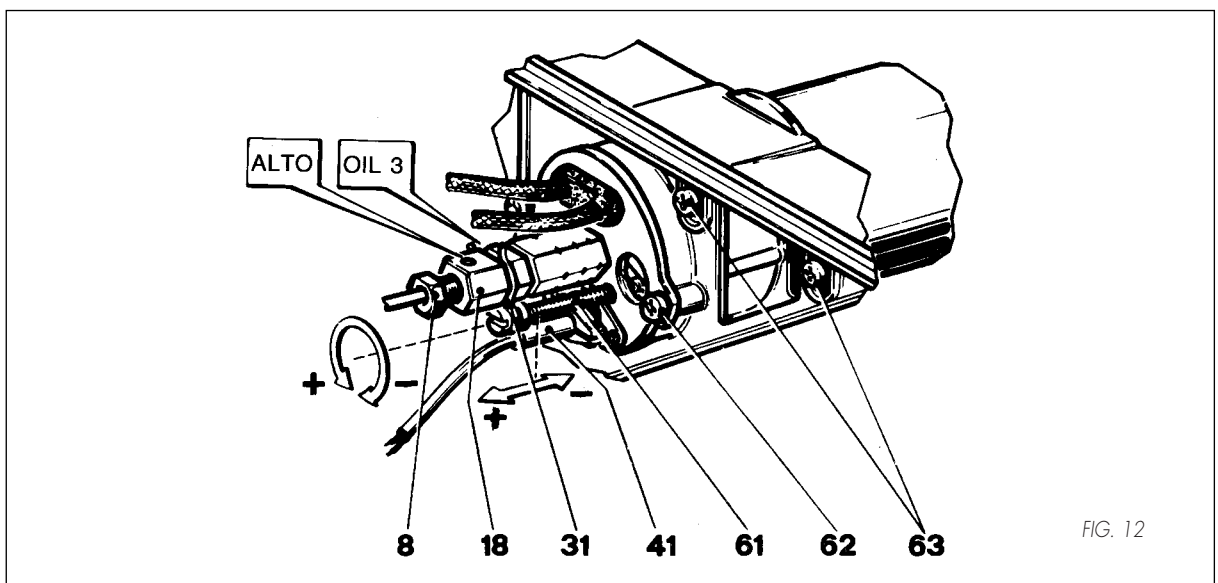

FIG. 12
- GB** MAINTENANCE (see Figures 12, 13, 14 and 15)
- F** ENTRETIEN (FIG. 12 - 13 - 14 - 15)
- E** MANTENIMIENTO (ver fig. 12 - 13 - 14 - 15)
- NL** ONDERHOUD (zie fig. 12 - 13 - 14 - 15)
**ACHTUNG:** Nach dem Austauschen bzw. Reinigen der Düse erfolgt der Zusammenbau, wobei die in Abb. 12 festgelegten Abstandsmaße beachtet werden müssen. Bevor der Düsenhalter montiert wird, sollten die Zündelektroden gereinigt werden.
**F****GICLEUR (36)**
Nach dem Ausbau des Düsenhalters kann eine Reinigung und Einstellung der Zündelektroden erfolgen. Vor der Wiedermontage sind die Abstandsmaße lt. Abb. 12 zu kontrollieren und evtl. neu einzustellen.